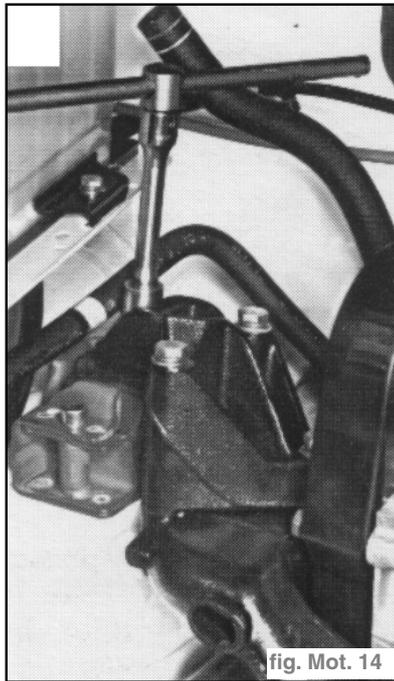

fig. Mot. 14
- Dévisser l'écrou du support moteur côté distribution. (fig. Mot. 14)